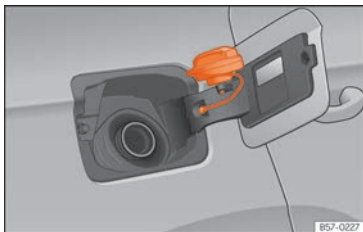

Abb. 183 Tankklappe mit aufgestecktem Tankverschluss.
- Platzieren Sie den Verschluss in der Aussparung, die sich im Scharnier der geöffneten Tankklappe befindet »» [Abb. 183].